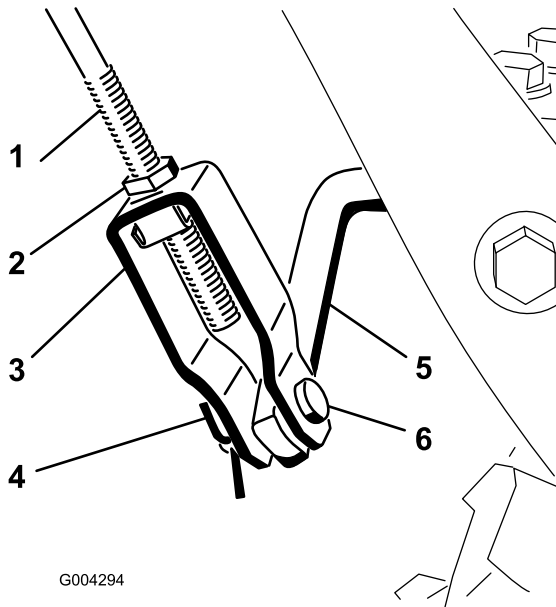

Figure 8
1. Desserrez l'écrou de blocage au-dessus de la chape sur la tige de commande supérieure (Figure 8).
C. Vissez ou dévissez la chape selon que vous souhaitez accroître ou réduire l'écart entre le haut de la poignée et le bas de la manette de commande de fraise/turbine (Figure 8).
6. Quand le réglage est correct, remplacez l'axe de chape et fixez-le à l'aide de la goupille fendue (Figure 8).
7. Serrez l'écrou de blocage pour bloquer la chape (Figure 8).